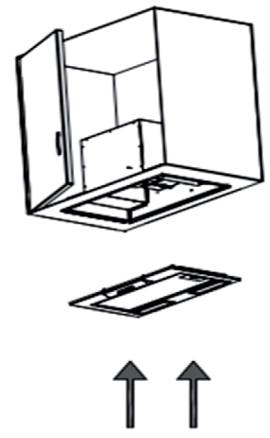

Fig. 10
5. Puneți capacul decorativ înapoi, după conectarea tuturor firelor (Fig.10).